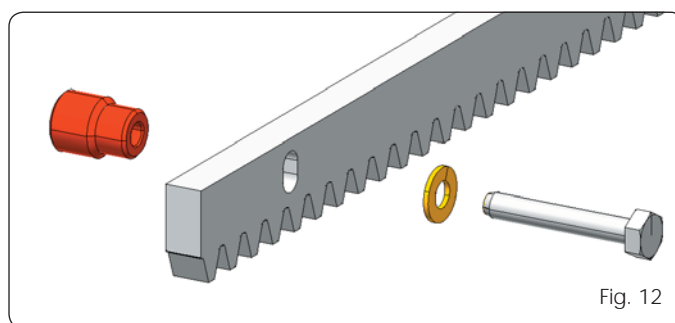

Fig. 12
5.4.2 STEEL RACK TO SCREW (Fig. 12)